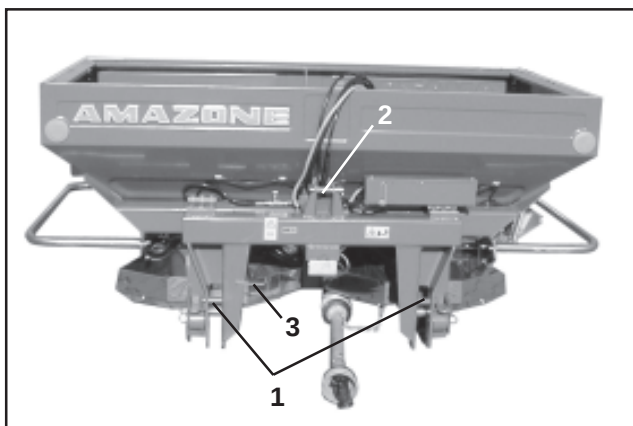

Fig. 5.1
- Traktorns dragarmar kopplas till kopplingspunkterna (Kat. II) (Fig. 5.1/1) och säkras med fjädersprintarna. Anslut i de övre borrhningarna. Dragarmskonsolen har som standard även en undre borrhning som vid tillkoppling ger 120 mm högre tillkopplingshöjd (vid t ex övergödsling).
- Toppstången kopplas till sprinten (Kat. II) (Fig. 5.1/2) och säkras med fjädersprint.
Då centrifugalspridaren är frånkopplad ska kraftöverföringsaxeln läggas i fånghaken (Fig 5.1/3).